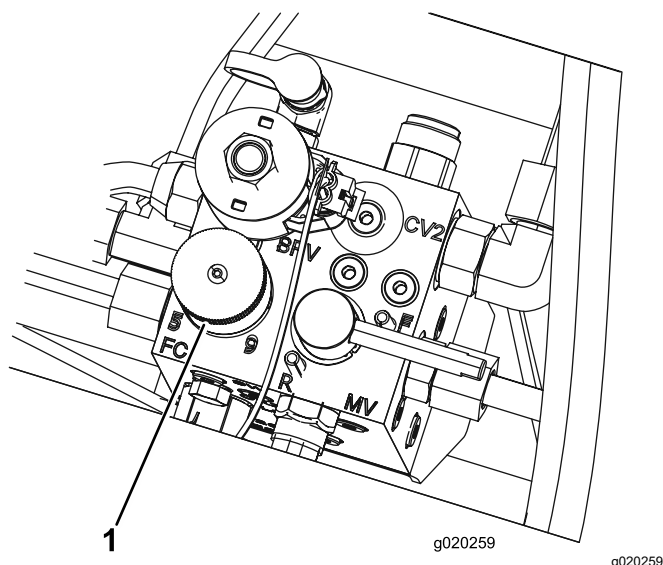

図 43
5. 刈り込みマニホルドのノブ図 43を回して、インジケータ矢印を、ステップ 3 で求めた番号に合わせる。